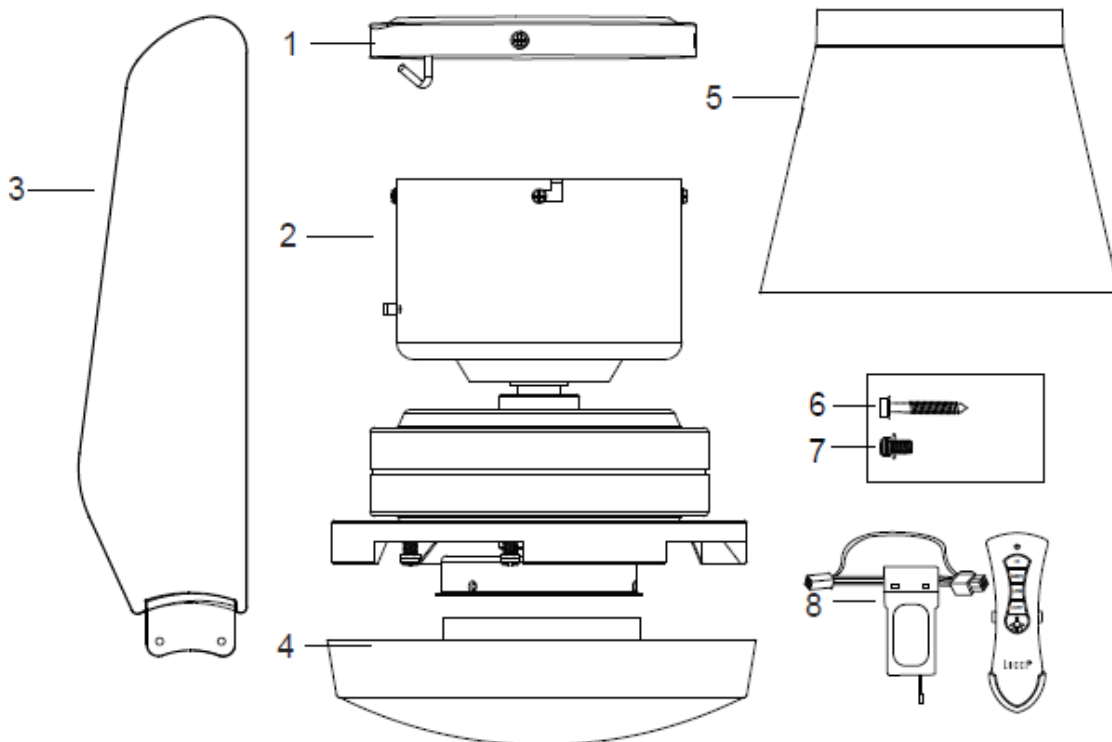

Fig. 1
- Examine todas las piezas, debe tener la siguiente lista y Fig.1: